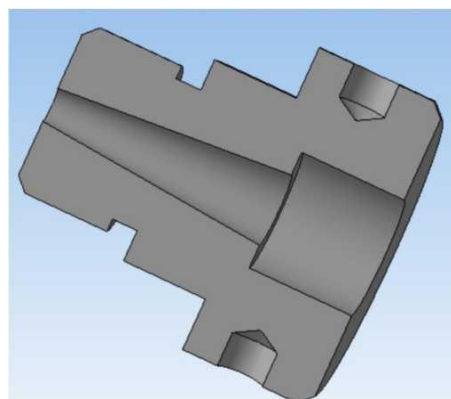

Рисунок 9.
7. Для точной проверки всех внутренних размеров детали сделаем вырез по плоскости  $ZY$ , для чего на панели инструментов **Компактная** выберем **Редактирование детали 1** и нажмем кнопку **Сечение поверхностью 2** и выберем плоскость  $ZY$  **3**, рисунок 9.